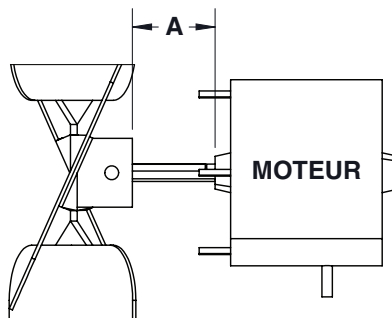

Figure 5. Espacement du ventilateur et du moteur (reportez-vous au Tableau 6)
6. Assurez-vous que la roue du ventilateur est positionnée correctement sur l'arbre (voir Figure 5) et que la vis de réglage est serrée conformément au couple indiqué dans le Tableau 6.
*Voir Figure 5.